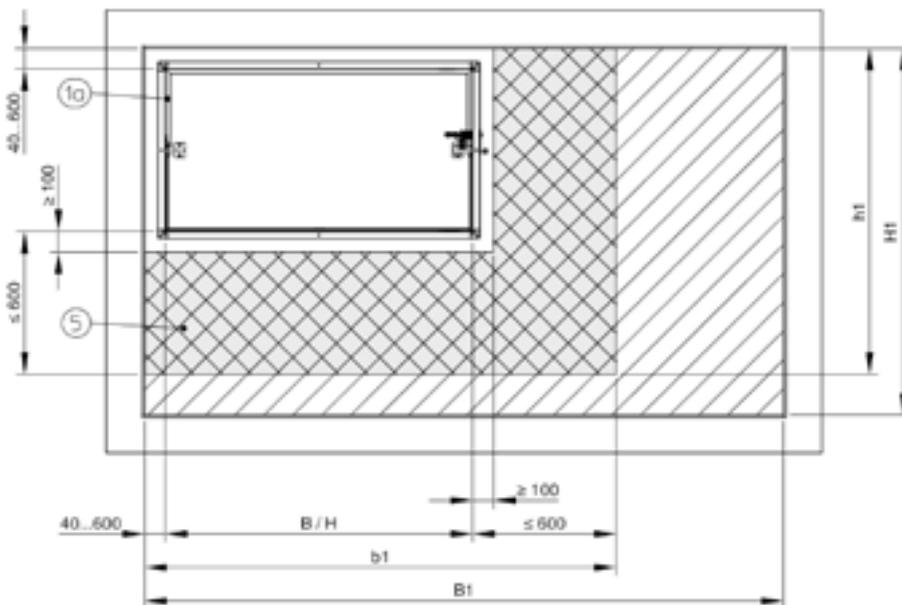
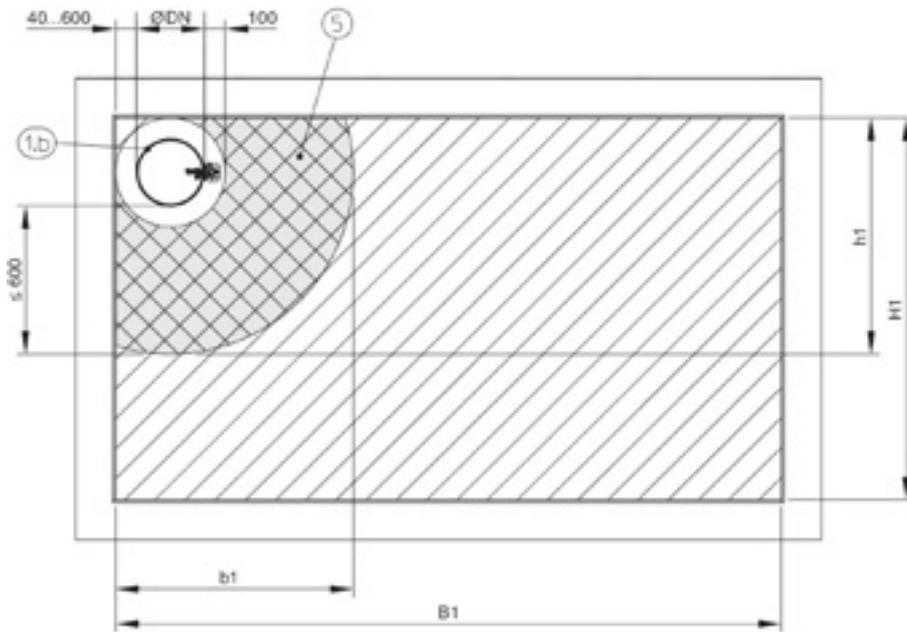

Abb. 3: Anordnung im Mischschott FK2-EU – Abstände zur ersten Durchführung
Abb. 4: Anordnung im Mischschott
- Die maximale Schottgröße $B1 \times H1$ (3000 mm \times 2000 mm) gilt nur bei Einhaltung der «600 mm Regel». Dies bedeutet, dass die erste Durchführung (keine brennbare Leitung) im Abstand ≤ 600 mm einzubauen ist. Sofern nicht vorhanden, ist die maximale Schottgröße ($b1/h1$) auf die Abmessung der Brandschutzklappe und umlaufend 600 mm begrenzt. Siehe hierzu auch Abb. 3 und Abb. 4 (grau schraffierter Bereich).
- 3 Anordnung der Brandschutzklappen und der Durchführungen an beliebiger Stelle, sofern die Mindestabstände und die Abstände entsprechend Abb. 3 und Abb. 4 eingehalten werden